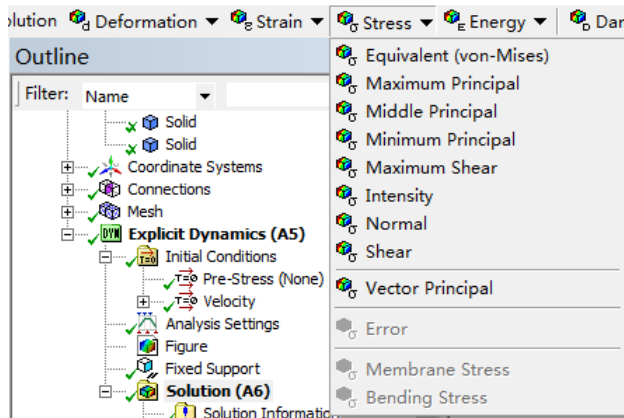

图 15-18 添加应力图
5) 选择 Solution 工具栏中的“Stress”→“Equivalent (von-Mises)”, 如图 15-18 所示, 此时在树结构图中会出现“Equivalent Stress”选项。